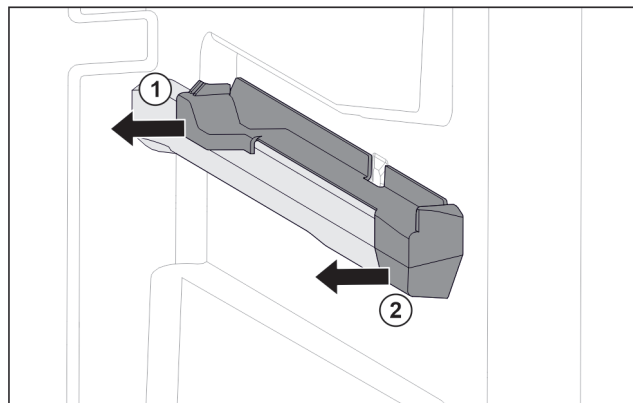

Fig. 146 Piesă de fixare pe nervura din dreapta a recipientului
- ▶ Scoateți piesa de fixare din spate în lateral. Fig. 146 (1)
- ▶ Scoateți piesa de fixare din față în lateral. Fig. 146 (2)